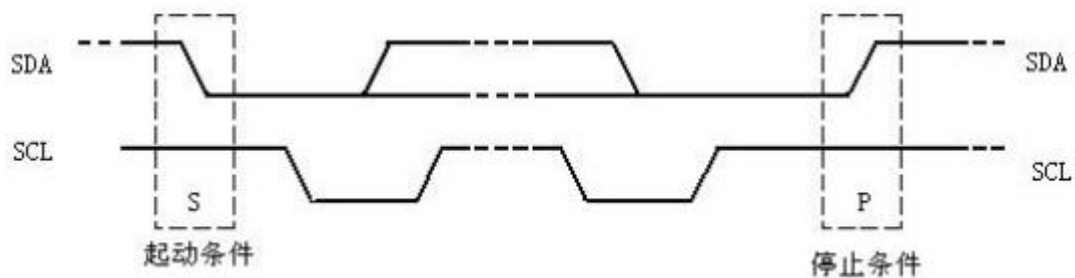

图 11. I²C 总线的起动 (START) 和停止 (STOP) 条件定义
总线不忙时，数据线和时钟线保持高电平，数据线在下降沿、时钟线为高电平时为起动条件 (S)，数据线在上升沿、时钟线为高电平时为停止条件 (P) 参见图 11。